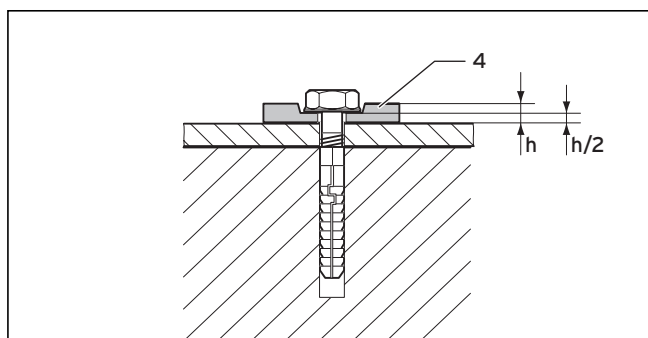

Fig. 6.16 Fijación con arandelas flexibles
Es imprescindible que utilice las cuatro arandelas flexibles (4) para poder compensar la dilatación de los materiales. Comprima las arandelas hasta la mitad, ver fig. 6.16.